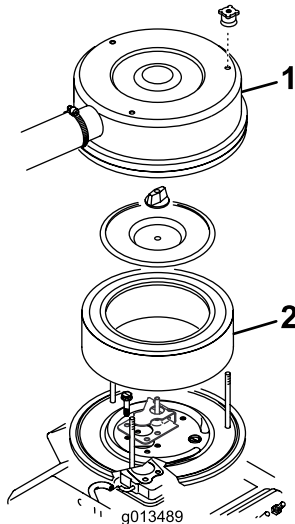

Figura 17
3. Desaperte os botões e a cobertura do filtro de ar (Figura 17).